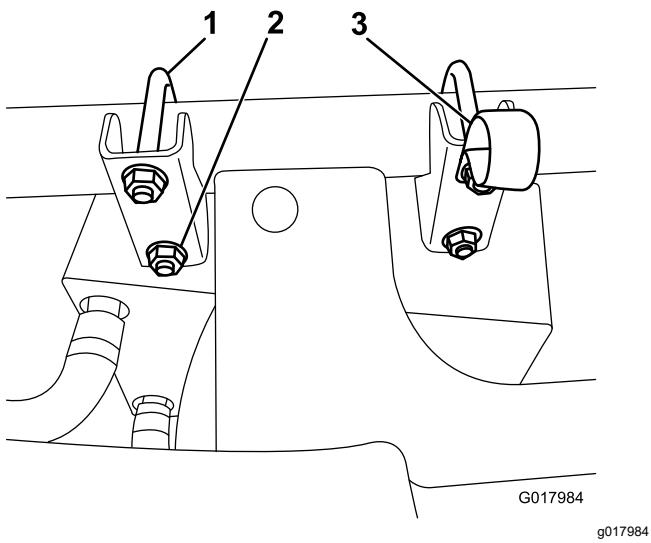

Figura 4
- Conecte el conjunto de calentador y soporte al tubo delantero del bastidor con los pernos en U y las tuercas con arandelas prensadas (Figura 4).
- Sujete la abrazadera en R debajo de la tuerca superior que está más próxima al centro de la máquina (Figura 4).